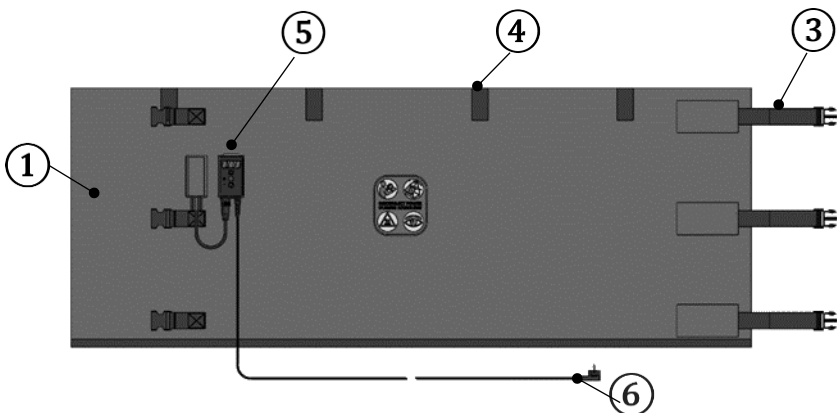

Abbildung 1.1: Fasseizer WODPX (Außenseite)
6.3 Aufbau (siehe auch Abbildung 1.1 und 1.2)